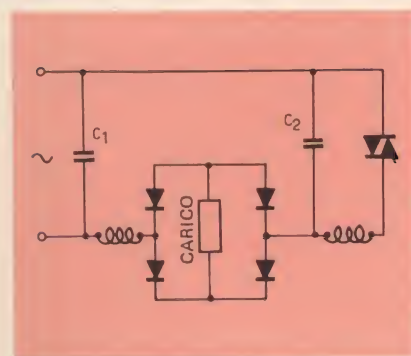

Fig. 7 - Come si vede in questo circuito è spesso necessario isolare il carico dal circuito d'utilizzazione.
- Per sistemi comportanti dei semiconduttori montati a ponte, ed in modo particolare per i circuiti di comando di motori — shunt, si deve isolare l'uscita di utilizzazione in rapporto al carico stesso — fig. 7. Se non si prende questa precauzione, il carico si comporterà come una antenna irradiante delle tensioni di disturbo fra la rete e la massa.